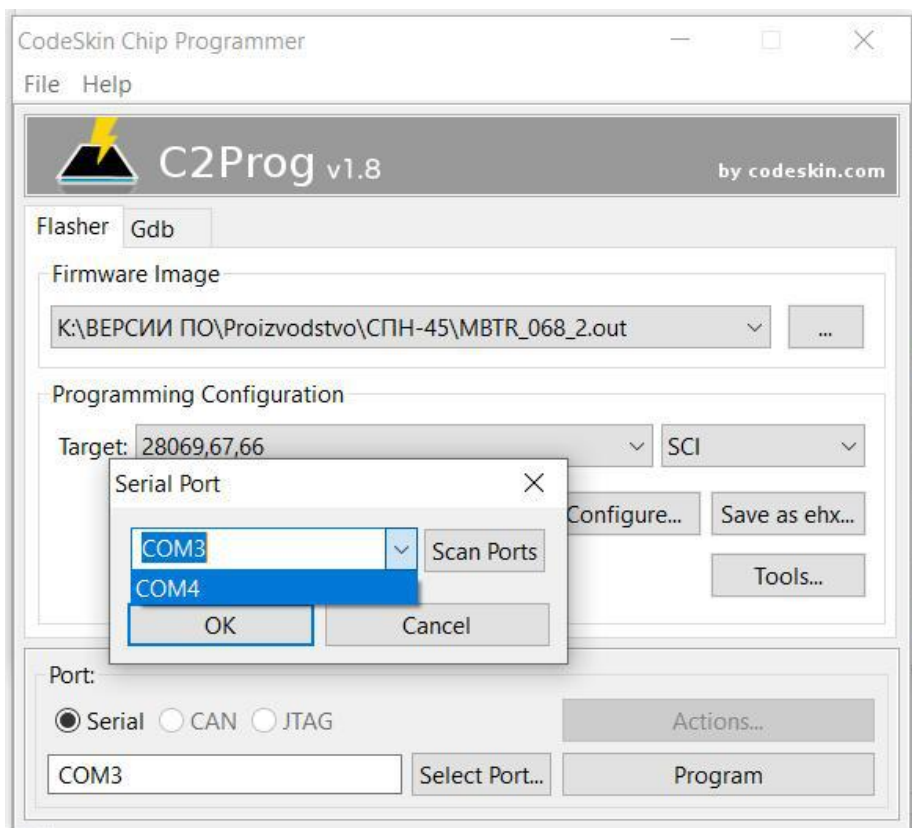

Рис. 6 – Выбор COM-порта
5. Установить правильный номер COM-порта нажав на пункт «Select Port» и затем «Scan Ports» см. рис. 6.